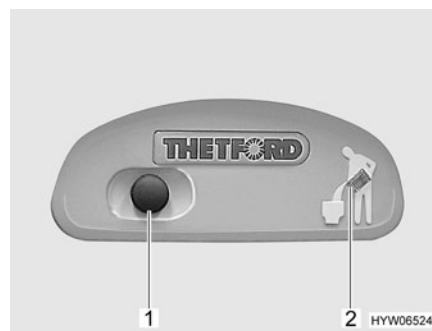

Fig. 148 Bouton pour la chasse d'eau/voyant de contrôle des toilettes Thetford
- Pour actionner la chasse d'eau, appuyer sur le bouton bleu (Fig. 148,1).
Le voyant de contrôle (Fig. 148,2) s'allume lorsque la cassette Thetford doit être vidée.